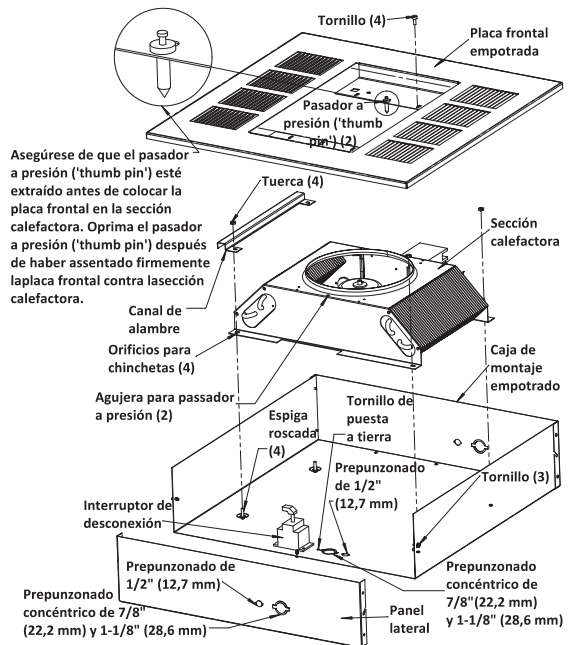

Figura 3
1. Extraiga la caja de montaje empotrado (Figura 3) de la caja que contiene el gabinete de montaje empotrado tipo REA.
2. Quite los tres tornillos y el costado de la caja de montaje empotrado para facilitar el conexionado (Figura 3).
3. Retire uno de los troqueles que están cerca del tornillo de puesta a tierra e instale un conector de cables o conductos (Figura 3).
4. Instale el interruptor de desconexión opcional (si fuera necesario) como se indica en la Figura 3.
8. Posicione la sección calefactora sobre las espigas roscadas de la caja de montaje empotrado (Figura 3).
- Empuje la sección del calefactor contra los pernos y coloque dos tuercas (incluidas) en los pernos para sujetar la mitad de la sección del calefactor opuesta a los cables enfundados a la caja empotrable. Empuje el cablecanal contra los pernos asegurándose de que los cables enfundados queden adentro del cablecanal y coloque dos tuercas (incluidas) en los pernos para sujetar el cablecanal y la otra mitad del calefactor a la caja empotrable. (Figura 3).
- Extraiga la placa frontal empotrada (Figura 3) de la caja que contiene el gabinete de montaje empotrado tipo REA.
NOTA: asegúrese de que el pasador a presión ('thumb pin') de cada extremo de la abertura de la rejilla de descarga esté extraído, para permitir que el cuerpo de estos pasadores encaje en los agujeros de la sección calefactora (Figura 3).
- Instale y apriete firmemente los cuatro tornillos (suministrados) para asegurar la placa frontal empotrada a la sección calefactora (Figura 3).